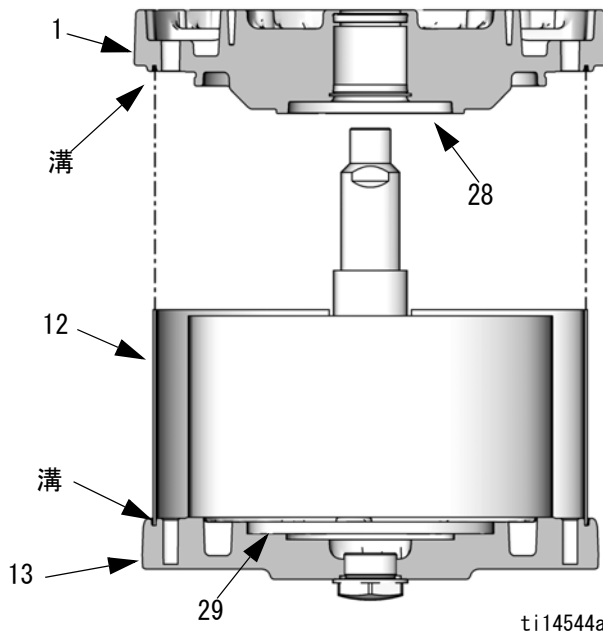

図 13: シールドの位置をカバーの溝に対して合わせる
8. O リング (9*) を潤滑して、下部カバー (1) に取り付けます。
9. **M07xxx、M12xxx、および M18xxx のみ**：ピストンバンパー (28) を下部カバー (1) に取り付けます。
10. 図 13 を参照してください。ロッドをベアリングに通してスライドさせて、下部カバー (1) をシリンダ (11) 上に注意して設置します。上部カバーと下部カバーのマニホールド表面は、位置が合っている必要があります。シールド (12) が上部カバーと下部カバーの溝に設置されていることを確認してください。